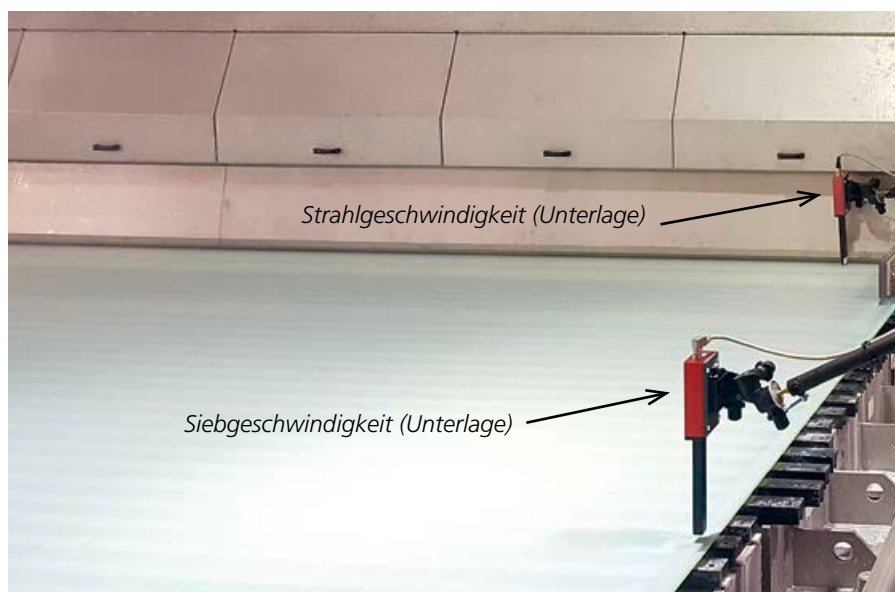

Abb. 2: Die beiden konkreten Messpunkte in der Unterlage.
Faserorientierung und Formation eingestellt. Es wurde in der Unterlage zwar eine Ratio von 10 m/min angezeigt, jedoch eine von -25 m/min gemessen (Abb. 2). Logischerweise dachten die Papiermacher, der Strahl sei 10 m/min schneller als das Sieb und folglich seien mehr Fasern in Querrichtung (CD) ausgerichtet. Der Strahl war jedoch faktisch 25 m/min **langsamer** als das Sieb und somit die Faserorientierung